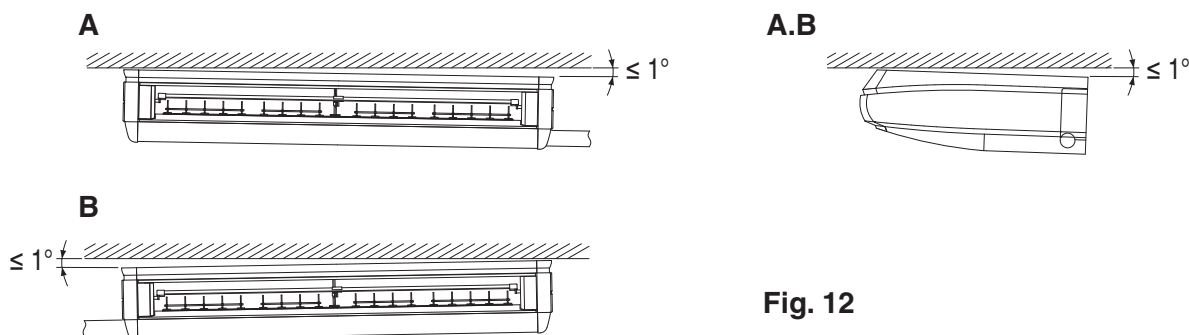

Fig. 12
- (5) Cuando cuelgue la unidad interior, asegúrese de utilizar un nivel para poder instalar la unidad de forma horizontal y garantizar que el drenaje esté en la ubicación correcta. Además, si es posible en el sitio de instalación, coloque la unidad de manera que el lado de la tubería de drenaje quede levemente más abajo. **(Refiérase a la Fig. 12)**